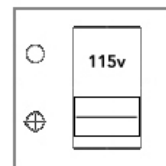

図1
- 電源の裏側で、お住まいの国の適切な電圧が選択されていることを確認します（例：米国と日本は115V、ヨーロッパは230V）（図1）。詳しくは "電源要件" の項をご参照ください。